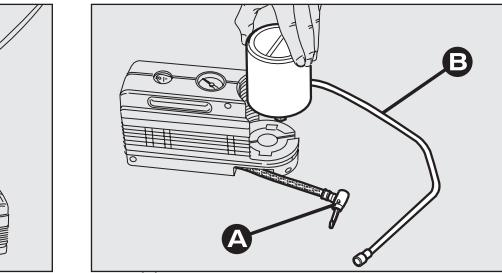

рис. 14
- Разомкните соединение **A**-**рис. 14**;